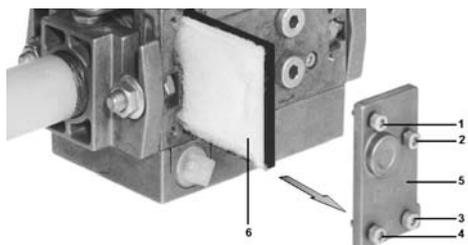

Fig. 46
- 2 Desenroscar los tornillos 1, 2, 3, 4 con la llave de macho hexagonal núm. 3, y retirar la tapa del filtro 5 (Fig. 46).